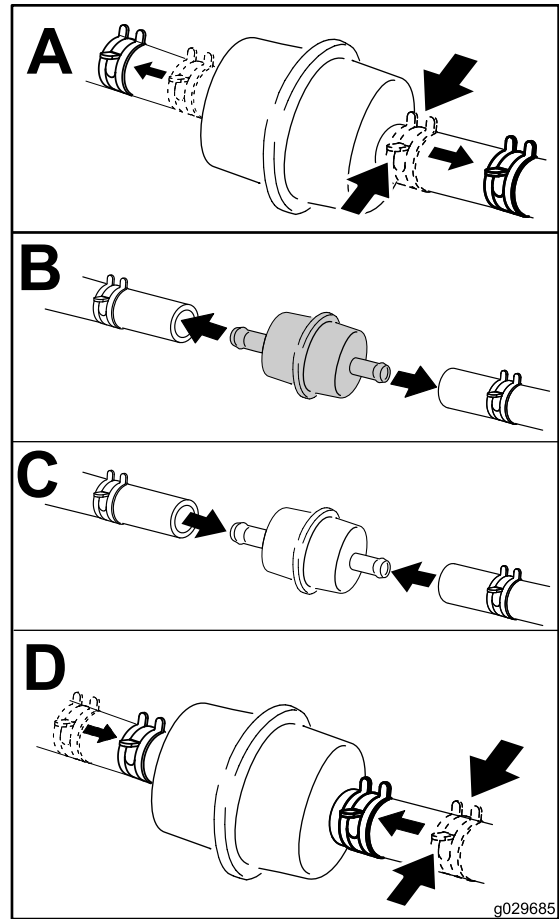

Figure 47
5. Placez un bac de vidange propre sous le filtre à carburant et remplacez le filtre à carburant comme montré à la Figure 47.